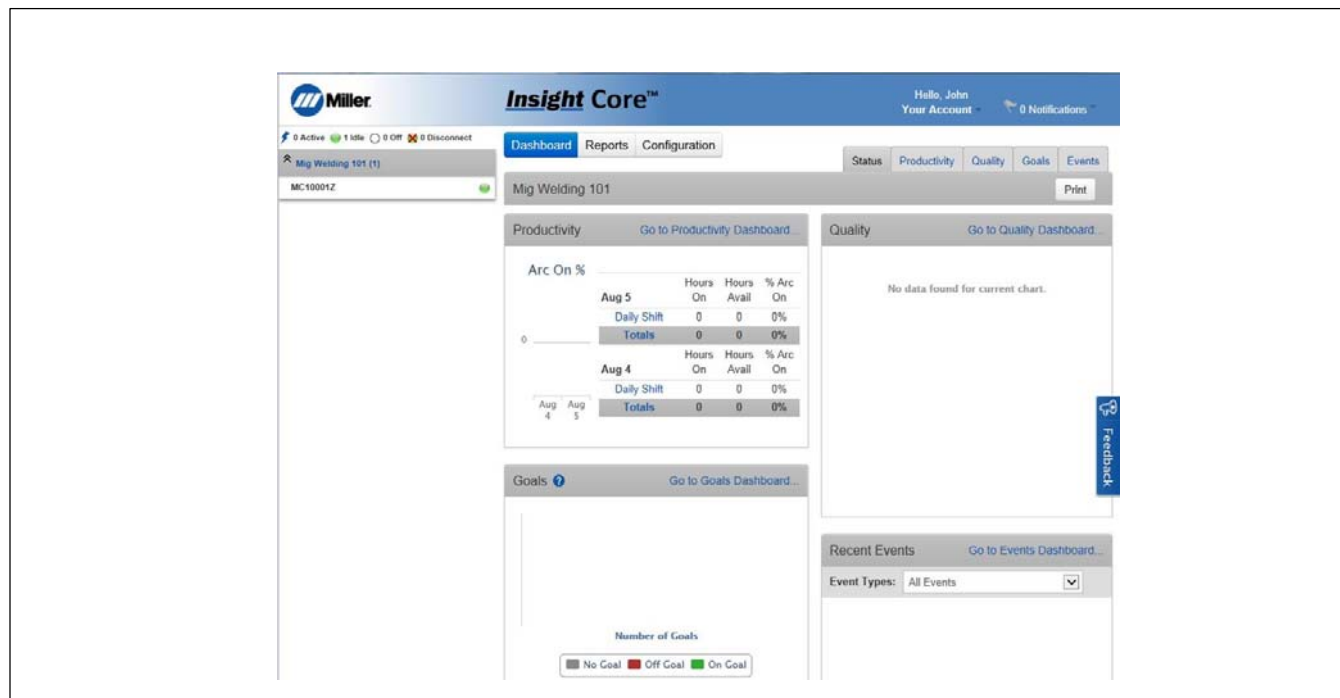

図9-19. Insight Core会社のダッシュボード
3. [登録]ボタンをクリックすると、作成した会社のホームページが表示されます(図9-19を参照)。